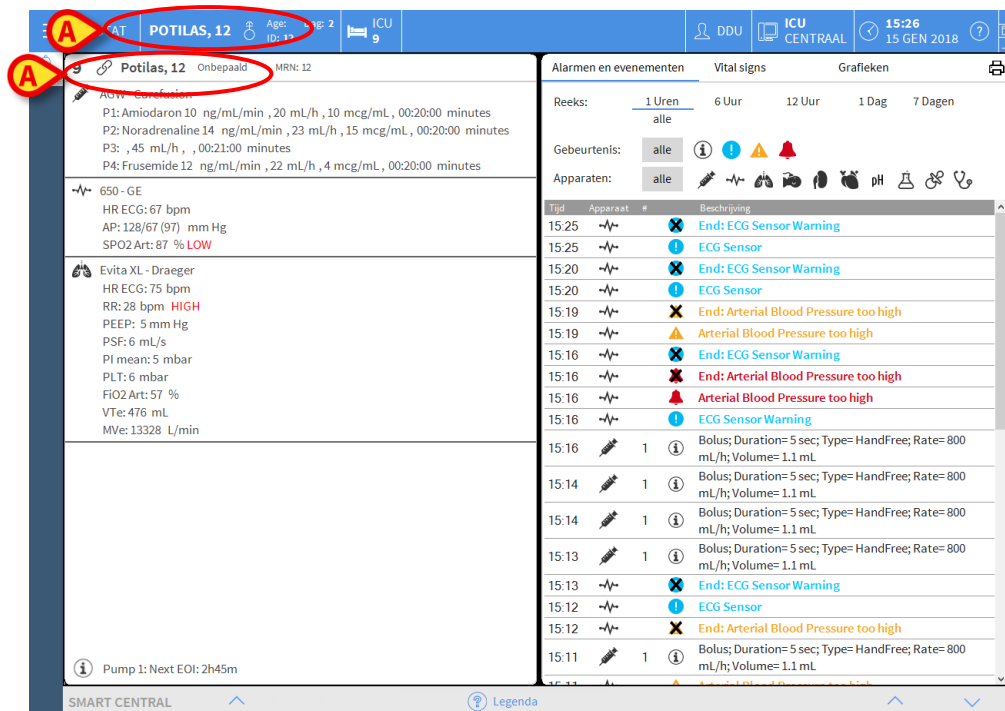

Fig 96
- Klik op **Ja** om de patiënt op te nemen. Het Smart Central scherm dat bij de patiënt hoort wordt nu weergegeven. Er wordt automatisch een tijdelijke naam toegewezen (Fig 96 **A**).